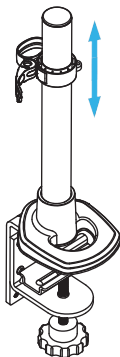

Abbildung 13
2. Bringen Sie den **Kabelmanagement-Clip** entlang des **Pfosten** auf gewünschte Höhe. (Abbildung 13)